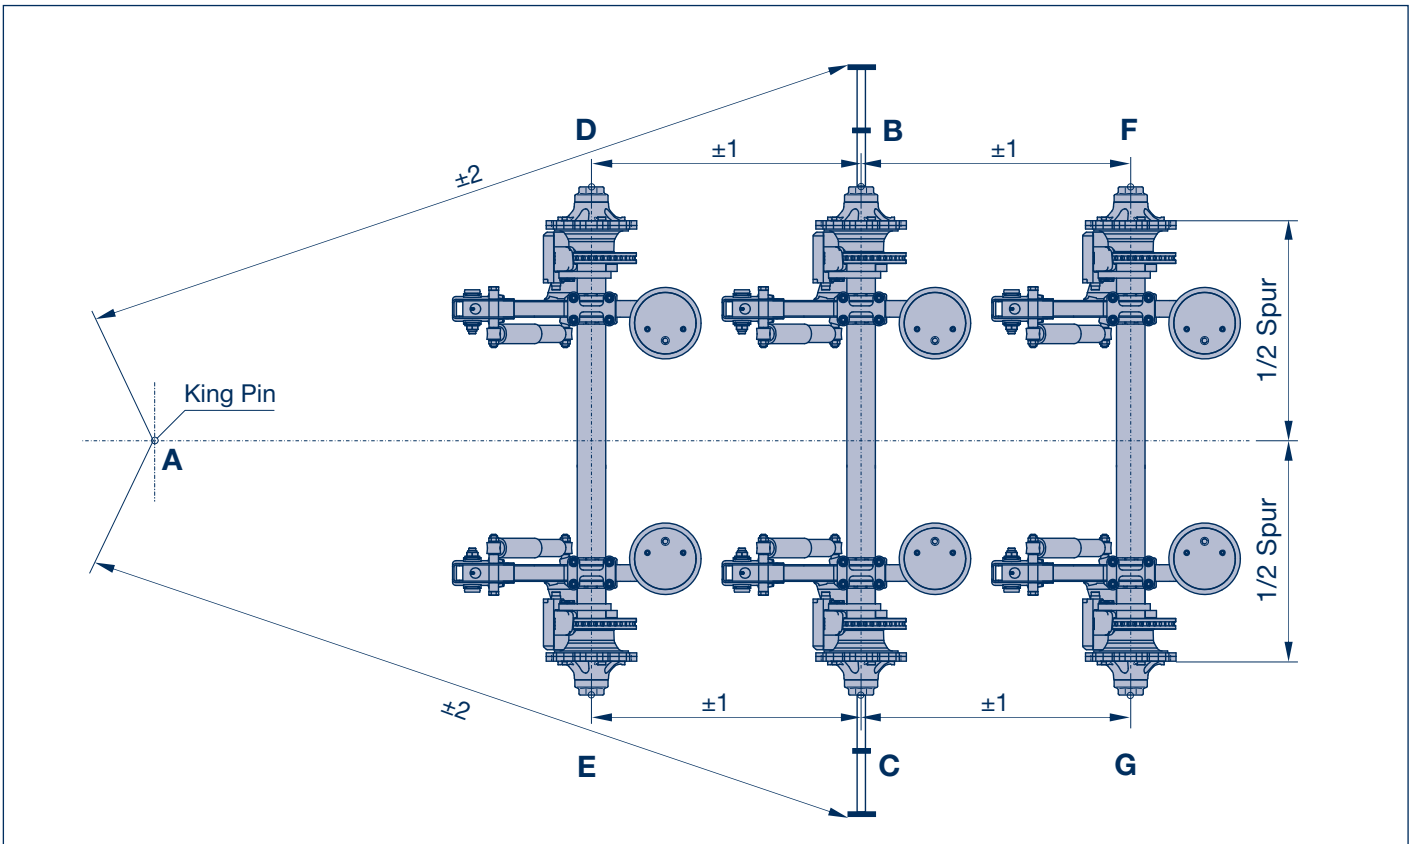
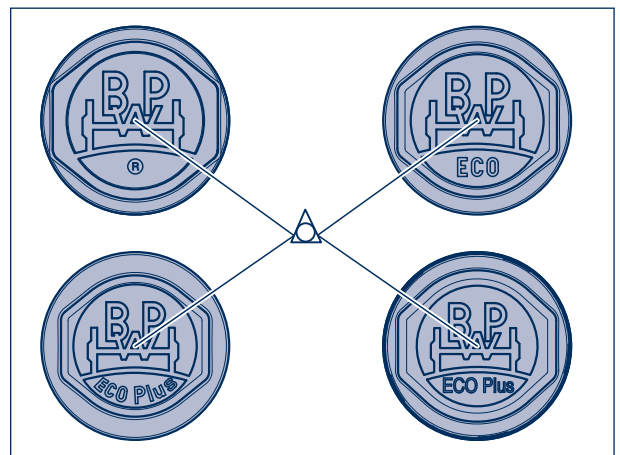

Bild 6
Bild 15
- [12] Radstandsmaße **B - D** und **C - E** für die Vorderachse sowie **B - F** und **C - G** für die Hinterachse im Dreieck der Nabenkapsel bzw. bei alten Nabenkapseln in den Ansenkungen der Achsschenkel messen, zul. Toleranz ± 1 mm (Seite 107, Bild 6).
- [18] Abstand von der Bezugsachse bis zu den nächsten Achsen mit Körnerspitzen im Dreieck der Nabenkapsel (Bild 15) bzw. bei alten Nabenkapseln in den Ansenkungen der Achsschenkel messen, zul. Toleranz ± 1 mm (Seite 107, Bild 6).